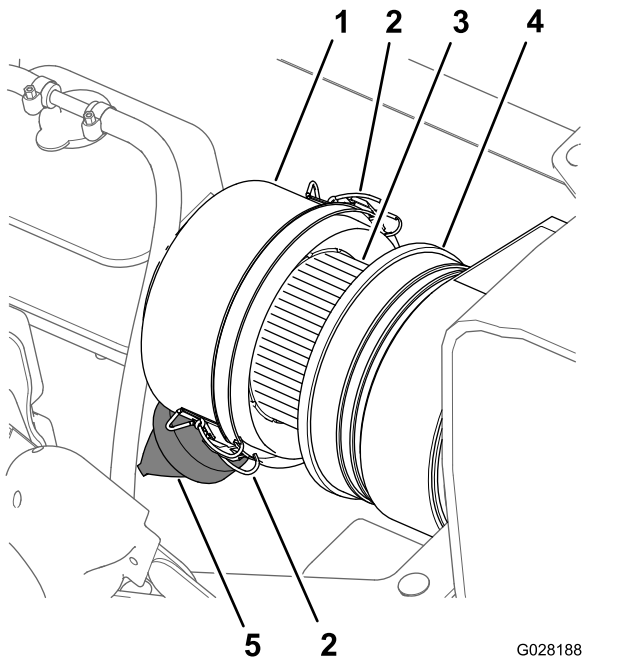
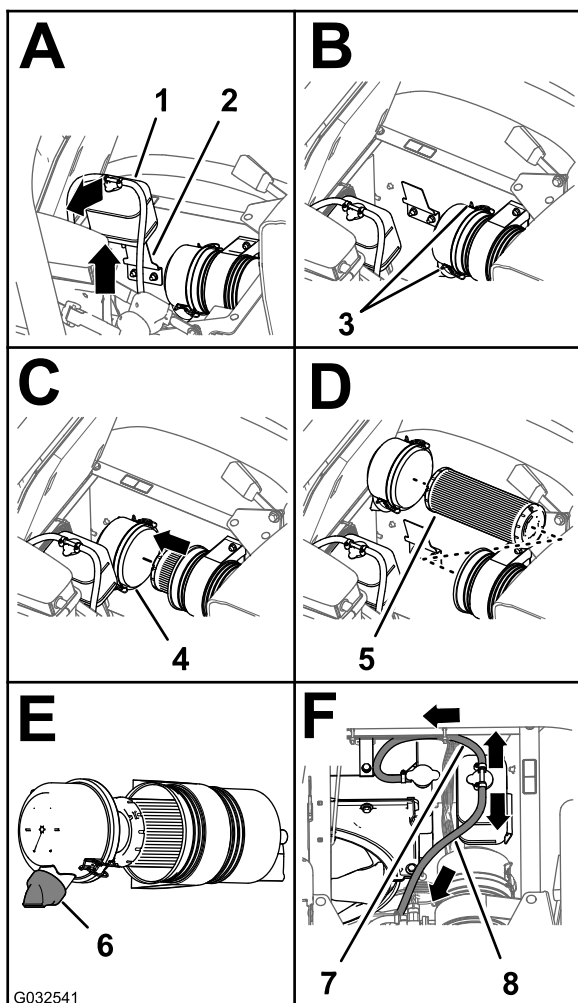

Figura 76
Figura 77
3. Limpe o tampão antipoeira e o corpo do filtro de ar (Figura 76).
4. Verifique se existe algum dano no corpo do filtro de ar que possa provocar uma fuga de ar (Figura 76).
5. Aperte a válvula do pé para a limpar de sujeira, pó e detritos (Figura 76).
7. Verifique se o elemento do filtro de ar tem acumulação excessiva de pó, sujeira e detritos (Figura 76).
8. Instale o tampão antipoeira no corpo do filtro de ar e fixe o tampão com os 2 trincos (Figura 76).
2. Limpe o tampão antipoeira e o corpo do filtro de ar (Figura 76).
3. Levante o depósito de expansão do líquido de refrigeração e retire-o do suporte do depósito (Figura 77).
4. Solte os 2 trincos que fixam o tampão antipoeira ao corpo do filtro de ar (Figura 77).
6. Limpe o interior do tampão antipoeira, do corpo do filtro de ar e da válvula antipoeira com um trapo húmido (Figura 76 e Figura 77).
7. Introduza o elemento do filtro de ar no corpo do filtro de ar (Figura 77).
8. Instale a cobertura no corpo do filtro de ar e fixe-a com os 2 trincos (Figura 77).
**Nota:** Certifique-se de que a válvula do pó está alinhada entre a posição das 5 e das 7 horas, quando vista da extremidade (Figura 77).
9. Alinhe o depósito de expansão do líquido de refrigeração com o suporte do depósito e posicione o depósito com firmeza (Figura 77).
**Importante:** Certifique-se de que a tubagem de descarga da pressão é encaminhada para fora e para baixo e a tubagem de ventilação do depósito é encaminhada para trás, como se mostra na Figura 77.